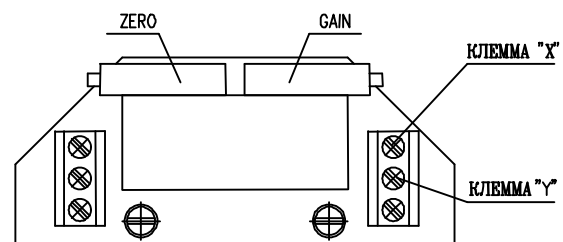

Рис.7
##### 4.4.2 EPV - 3-проводниковое включение (рис.7)
- Установите датчик сопротивления на основании инструкций в предыдущей главе так, что величину сопротивления измеряйте на клеммах X-Y (рис.7). (употреблен датчик с сопротивлением 2000Ω или 100Ω)
- Поворачиванием устанавливающего триммера ZERO (рис.7) установите величину выходного сигнала тока, измеряемого на клеммах 81-82, на величину 0 мА или 4 мА.
- Поворачиванием устанавливающего триммера GAIN (рис.7) установите величину выходного сигнала тока, измеряемого на клеммах 81-82, на величину 20 мА или 5 мА.